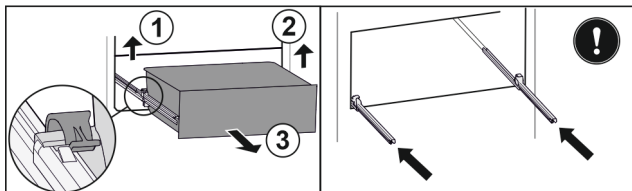

Fig. 103
- Løft venstre klemme og trekk samtidig skuffen fremover til venstre. Fig. 103 (1)
- Løft høyre klemme og trekk samtidig skuffen fremover til høyre. Fig. 103 (2)
- Ta ut skuffen framover. Fig. 103 (3)